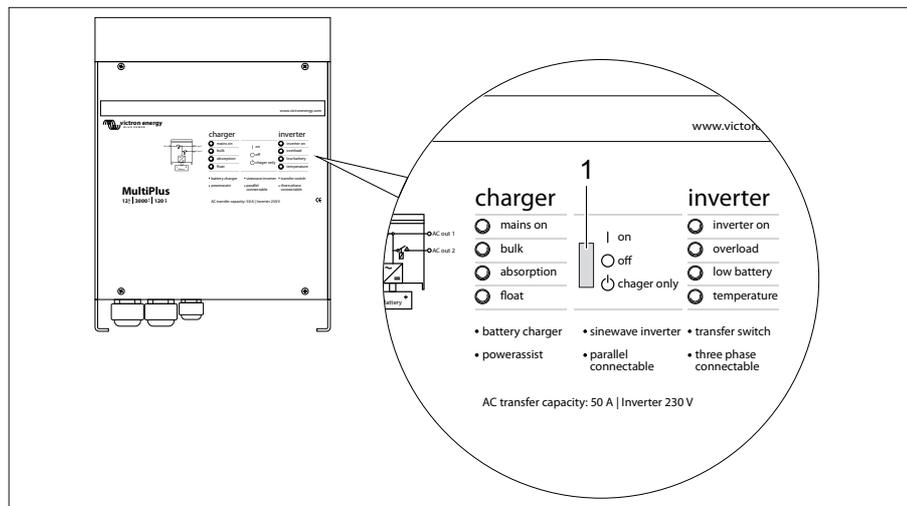

Fig. 252 Invertitore MultiPlus
Per il corretto funzionamento del pannello Digital Multi Control, l'interruttore a levetta dell'invertitore MultiPlus (Fig. 252,1) deve trovarsi in posizione "on".
*Posizioni dell'interruttore a levetta (Fig. 252,1)*
- ▷ Se il veicolo non viene utilizzato per un lungo periodo in assenza del collegamento a 230 V, l'interruttore a levetta (Fig. 252,1) deve trovarsi in posizione "off". In caso contrario le batterie possono scaricarsi dopo 3-4 giorni.